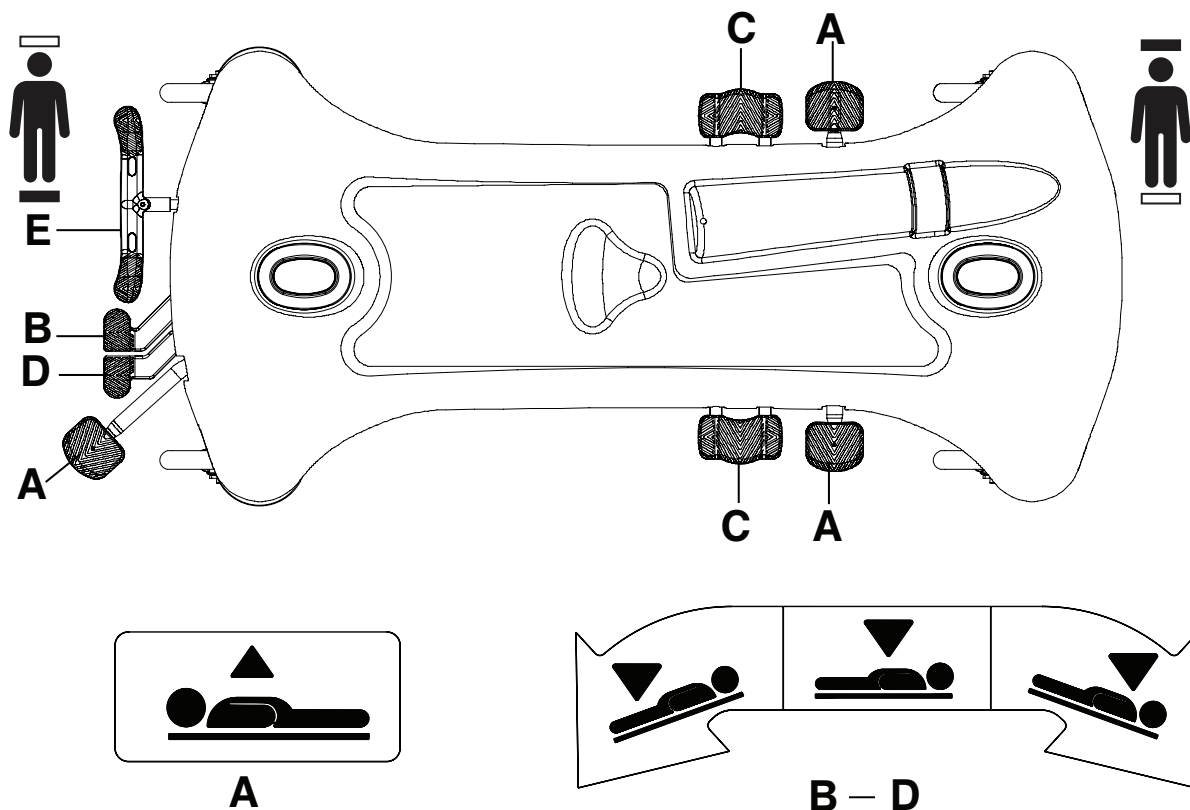

Abbildung 2 – Anheben und Absenken der Liegefläche
Zum Anheben der Liegefläche das Pumppedal (A) nach unten drücken, bis die gewünschte Höhe erreicht ist (Abbildung 2).
Um das Kopfende des Produkts abzusenken, das Freigabepedal (D) am Fußende herunterdrücken oder die Seite des Universal-Absenkpeds (C), das sich am nächsten zum Kopfende befindet, herunterdrücken, bis die Liegefläche flach ist (Abbildung 2).
Um das Fußende des Produkts abzusenken, das Freigabepedal (B) am Fußende herunterdrücken oder die Seite des Universal-Absenkpeds (C), das sich am nächsten zum Fußende des Produkts befindet, herunterdrücken (Abbildung 2).